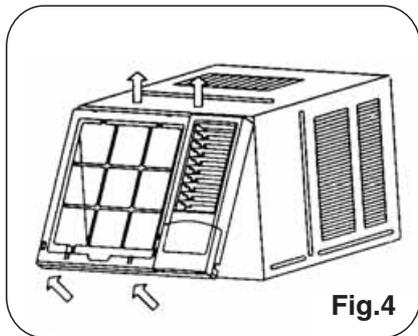

Fig.4
2. Agarre la esquina izquierda en la parte inferior del marco, y luego suelte el marco. (Vea fig.4)